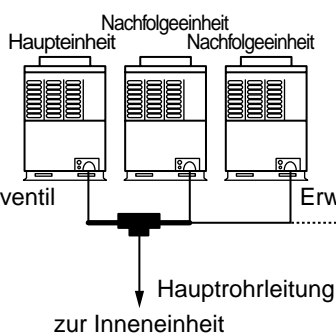

Abbildung 2
2) Das separate erhältliche T-Stück kann, wie in der folgenden Abbildung mit den fetten Linien dargestellt, in die Rohrleitung eingesetzt werden. (Abbildung 2)